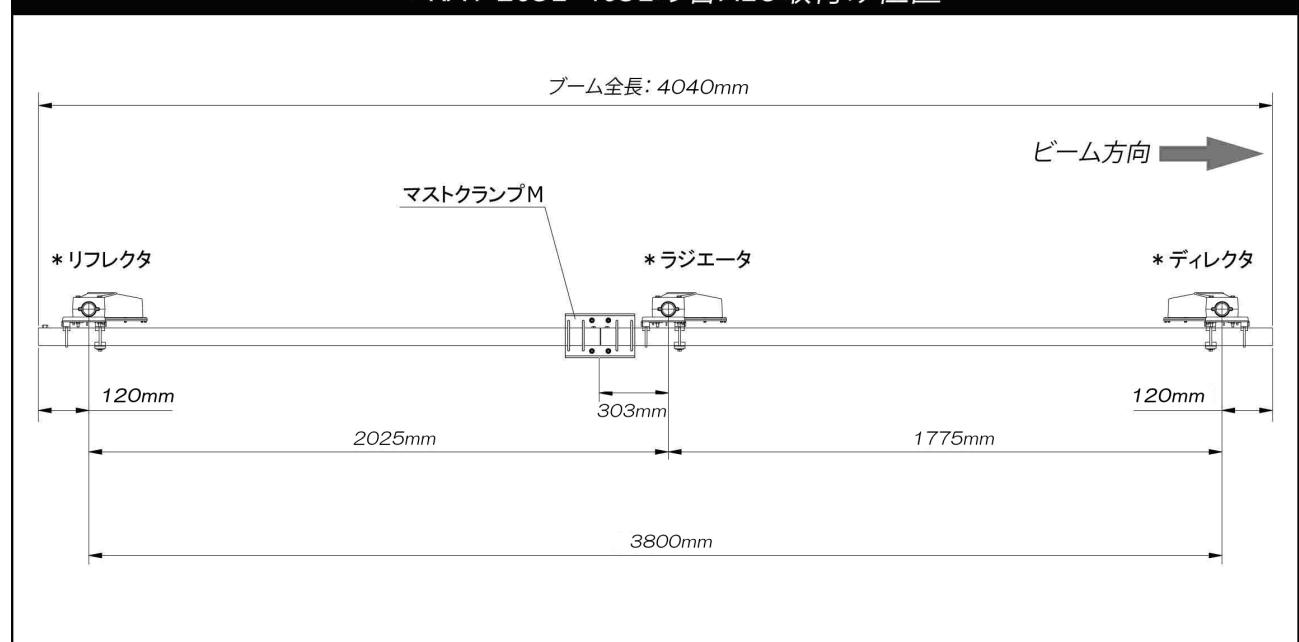

図3
[図3参照]
- 「図3」に明記されているAEU取付け位置寸法値は、ブーム4mの両端を基準にして指示されています。